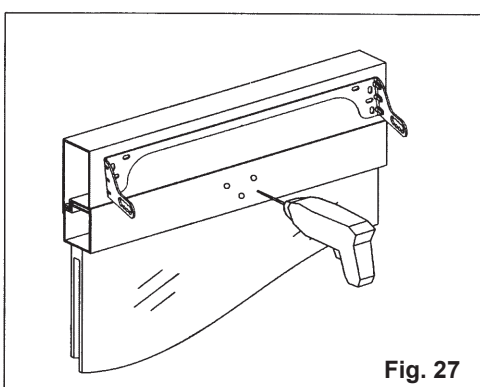

Fig. 27
- 6) **Fig. 27/28** - Con un trapano idoneo eseguire 3 fori di $\varnothing 3,7$ mm sull'anta e fissare la staffa con le apposite viti;